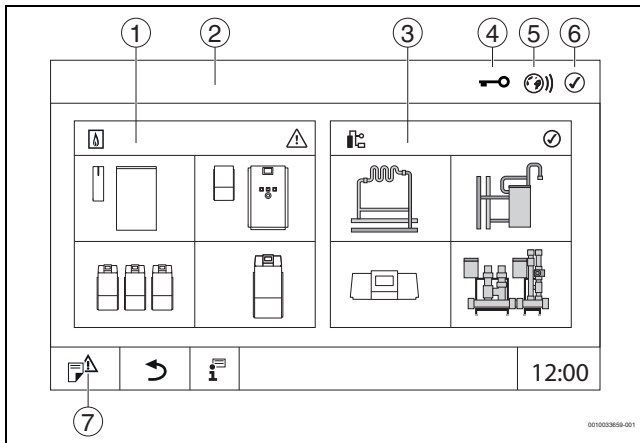

Fig. 10 Panoramica di sistema (esempio)
► Toccare **Impianto** (→ fig. 10, [3], pag. 13).